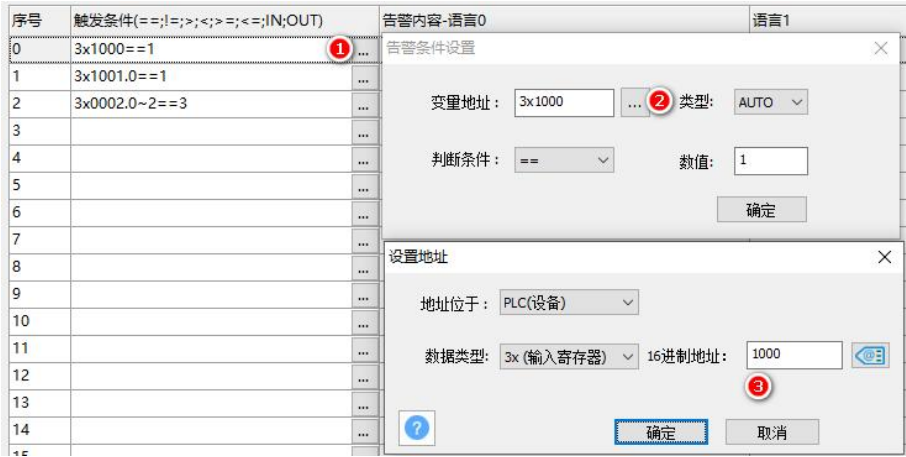

图 5-10 设定寄存器
- 设定寄存器等于某个值触发:  $3x1000==1$ , 如下图 5-10 所示